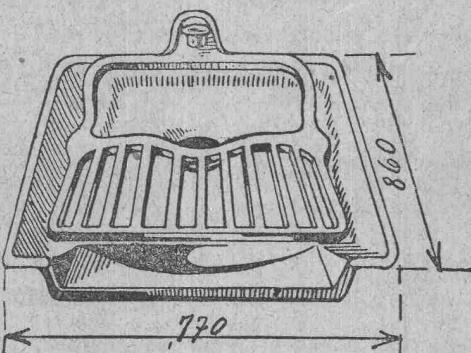

Fig. R 903
Schnitt von Fig. R 903
D. R. G. M. Fig. R 903 D. R. P.
Nebenstehende 3 Abbildungen Fig. R 904 veranschaulichen das Anbringen obiger Hockklosets, speziell der Hockklosets Fig. R 903. Der Boden wird aus Beton hergestellt nach den in den Zeichnungen angegebenen Maßen. Die Zwischenräume sind aus Terrazzo, ein sehr geeignetes Material, welches der ganzen Anlage ein sauberes und schönes Aussehen gibt. Die Ecken sind abgerundet, um Schmutzecken zu vermeiden. Bei a erhalten die Rückwände eine Aussparung für die gußeiserne Schutzkappe (siehe auch Fig. R 903). Der Zwischenraum zwischen den Rückwänden wird dann mit Zement ausgegossen. Beim Einsetzen der Hockklosetts zwecks Kontrolle des Passens und auch beim fertigen Anbringen im Boden, müssen die Becken auf der unteren Seite und überall da, wo sie mit dem Zement in Berührung kommen, vorher mit Lehmwasser mit etwas Tischlerleim vermengt, angestrichen werden, damit das Gußeisen sich nicht mit dem Zement verbindet.